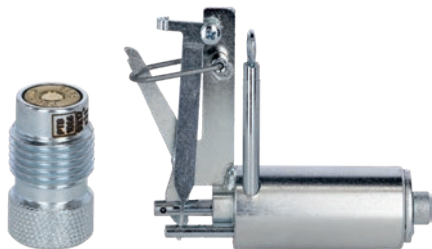

Fig. 5
3. Introduisez la cartouche jaune de 9 x 17 mm dans le porte-cartouche (Fig. 3, Point 5). Vissez le porte-cartouches, complètement et fermement, dans l'appareil (voir Fig. 5).